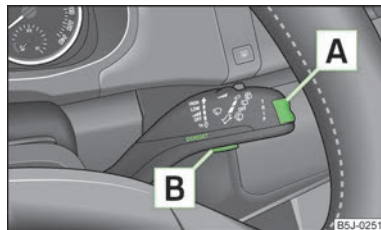

Fig. 7
- El **Menú principal** se activará pulsando la tecla basculante **[A]** » fig. 7 durante algún tiempo.
- Si en la pantalla informativa se muestran los mensajes de advertencia, estos mensajes se deben activar con la tecla **[B]** » fig. 7 de la página 15 para activar el menú principal.